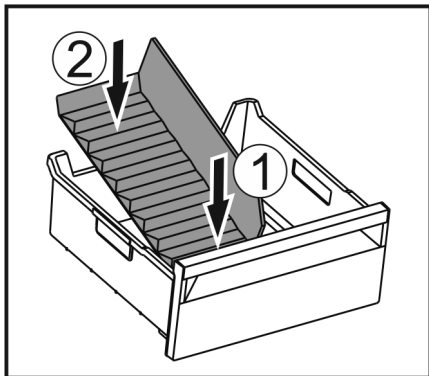

Fig. 238
- ▶ Установите переднюю часть разделителя отделения для льда. Fig. 238 (1)
- ▶ Опустите заднюю часть разделителя отделения для льда на дно выдвижного ящика. Fig. 238 (2)